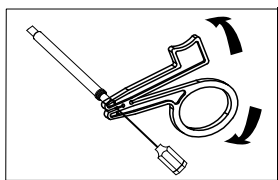

Figure 13. Attache et rotation de l'outil de fixation.
1. Une fois que la sonde est positionnée correctement, attacher l'outil de fixation à la broche terminale. Presser les poignées l'une contre l'autre et placer la broche dans le sillon préformé. Relâcher la pression sur les poignées pour bloquer la broche terminale dans l'outil de fixation (Figure 13).